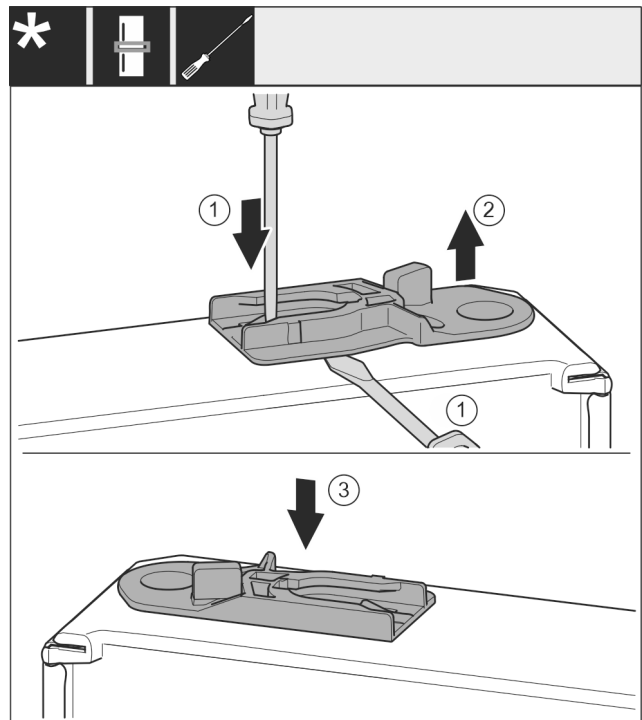

Fig. 36
- ▶ Извлеките направляющее гнездо: Нажмите на накладку шлицевой отверткой и одновременно переместите ее при помощи шлицевой отвертки под направляющее гнездо. *Fig. 36 (1, 2)*
- ▶ Входящее в комплект поставки направляющее гнездо вставьте на другой стороне корпуса. *Fig. 36 (3)*